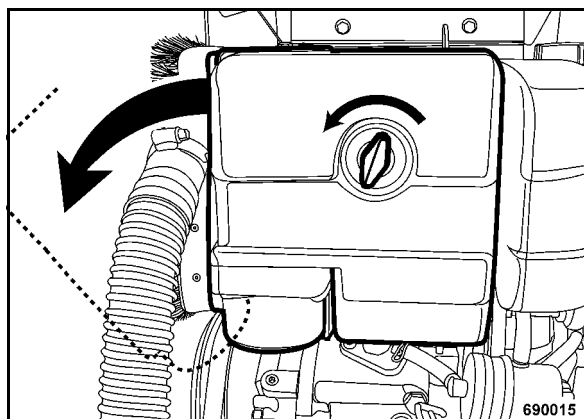

рис. 38
- Отвинтить гайку-барашка и снять крышку корпуса (рис. 38).